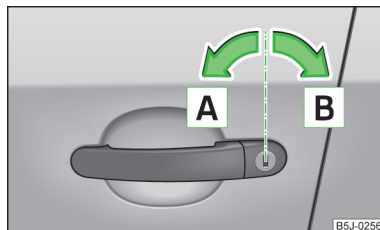

Fig. 14
- Gire la llave en el bombín de cierre de la puerta del conductor en dirección con marcha (posición de desbloqueo) **A** » fig. 14.
- Gire la llave en el bombín de cierre de la puerta del conductor en dirección contraria a la marcha (posición de bloqueo) **B** » fig. 14 de la página 36.